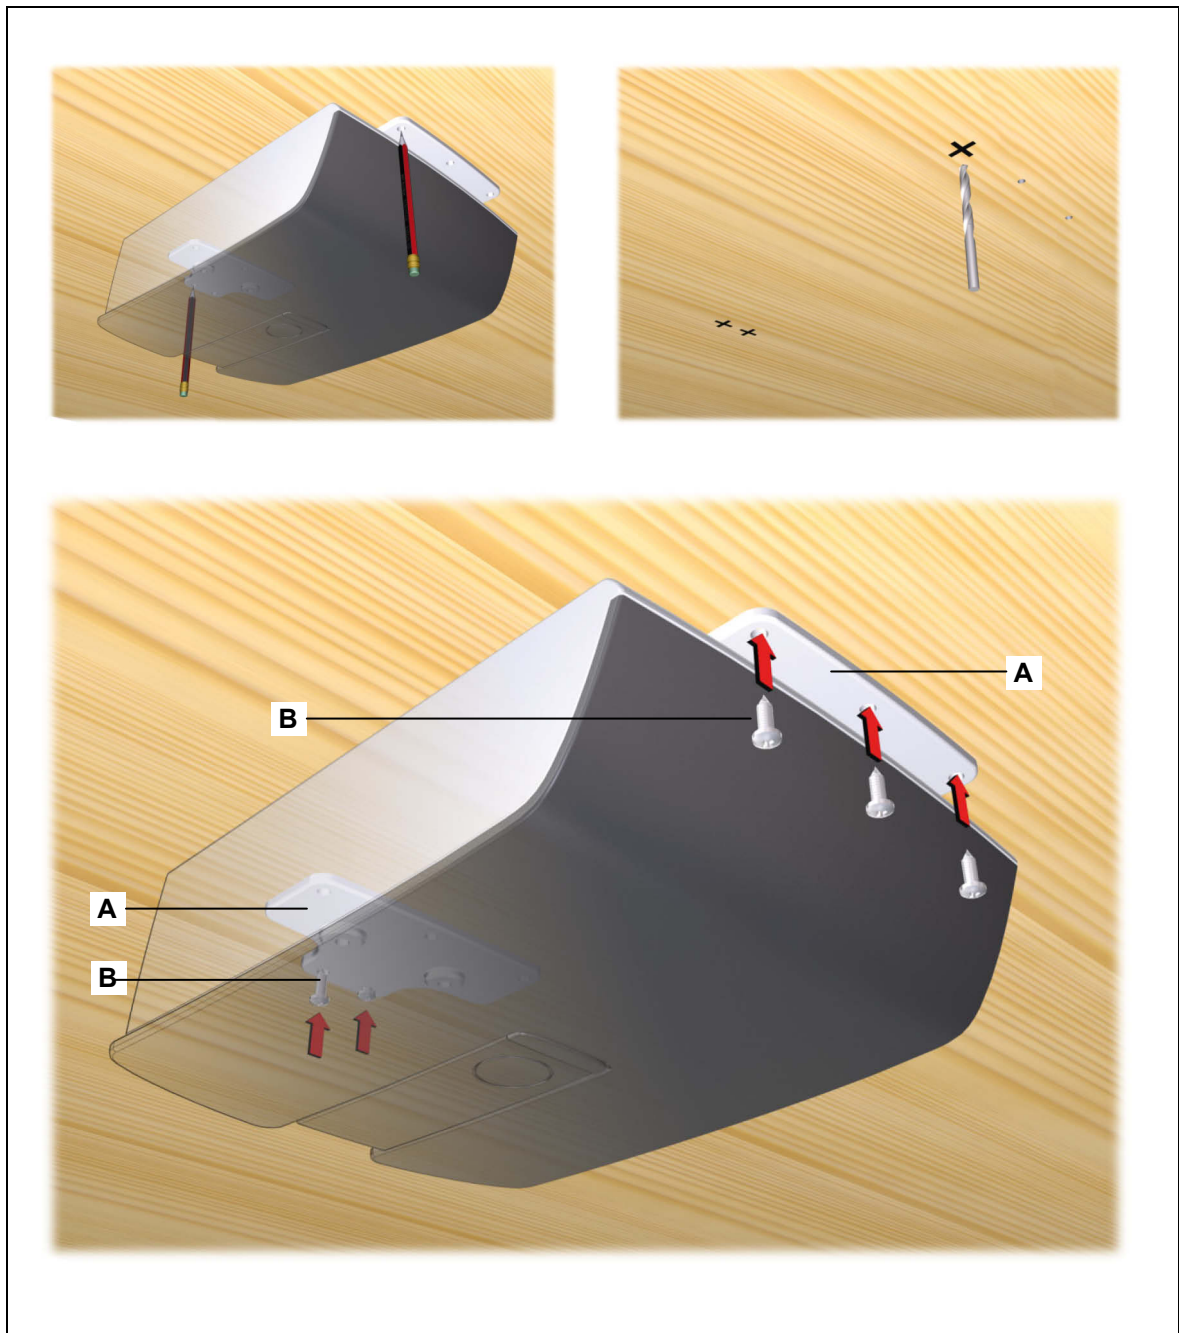

Abbildung 8 Montage des POWER SUPPLY HE-300 SMPS am Endprodukt
- 2 Schrauben Sie die beiden Befestigungsplatten mit den Schrauben am Endprodukt fest, wie in Abbildung 8 gezeigt.